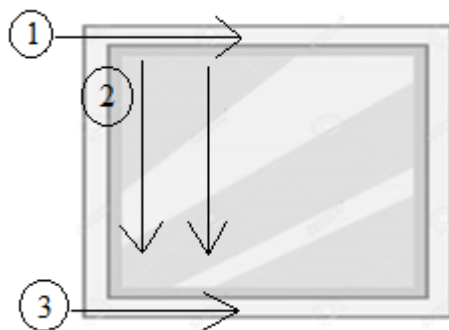

Figura No. 2, Dirección de Flujo de limpieza de ventanas
- 6.5.1.9 **Limpieza de las ventanas:** Humedecer el paño de microfibra con desinfectante autorizado y hacer trazos rectos, firmes y superpuestos por toda la superficie como se indica en la Figura No. 2, Dirección de Flujo de limpieza de ventanas. Utilizar el mismo flujo para los siguientes pasos.
- 6.5.1.10 Humedecer un paño de microfibras con Agua de ósmosis y hacer trazos rectos, firmes y superpuestos por toda la superficie como se indica en la Figura No. 2 para eliminar el desinfectante.
- 6.5.1.11 Humedecer nuevamente el paño de microfibra con desinfectante autorizado y hacer trazos rectos, firmes y superpuestos por toda la superficie como se indica en la Figura No. 2
- 6.5.1.13 Humedecer un paño de microfibras con Agua de ósmosis y hacer trazos rectos, firmes y superpuestos por toda la superficie como se indica en la Figura No. 2 para eliminar el desinfectante.